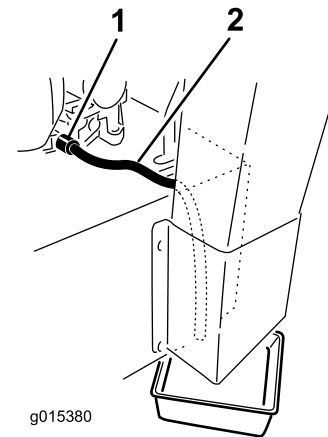

**Figure 35**
**Viscosité :** Voir le tableau ci-dessous (Figure 35).